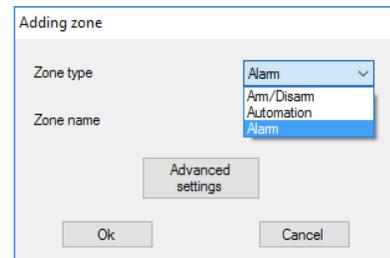

IMAGEN 18. Seleccionado tipo de zona
6.4. Las zonas están divididas en 3 tipos: zona de alarma, zonas de automatización y armado/desarmado (IMAGEN 18). El tipo de zona es seleccionado cuando la zona es creada, consulte párrafo 4.2.